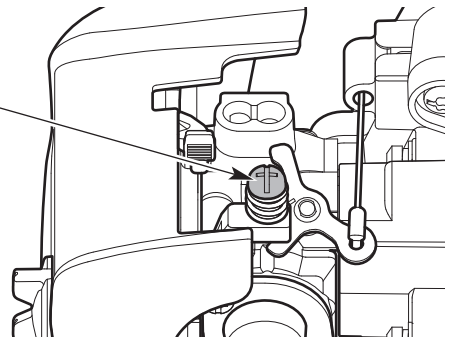

Fig. 22
- Si le moteur s'arrête, augmentez le régime de ralenti. Utilisez un petit tournevis cruciforme pour tourner la vis de ralenti vers la droite, de 1/8 de tour à la fois, et ce, jusqu'à ce que le moteur tourne bien au ralenti (Fig. 22).
- Si la lame tourne lorsque le moteur est au ralenti, réduisez le régime de ralenti. Tournez la vis de ralenti vers la gauche, d'un huitième de tour à la fois, jusqu'à ce que la lame cesse de bouger (Fig. 22).